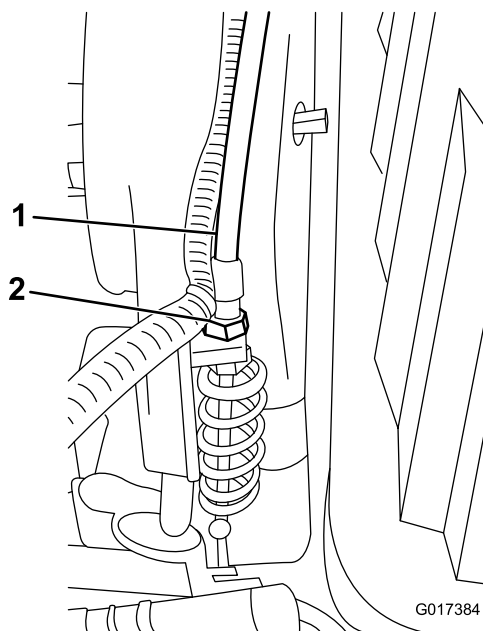

Рисунок 51
3. На переходнике трансмиссии отрегулируйте трос управления барабаном (Рисунок 51) так, чтобы длина пружины составила 70,6– 72,4 мм.